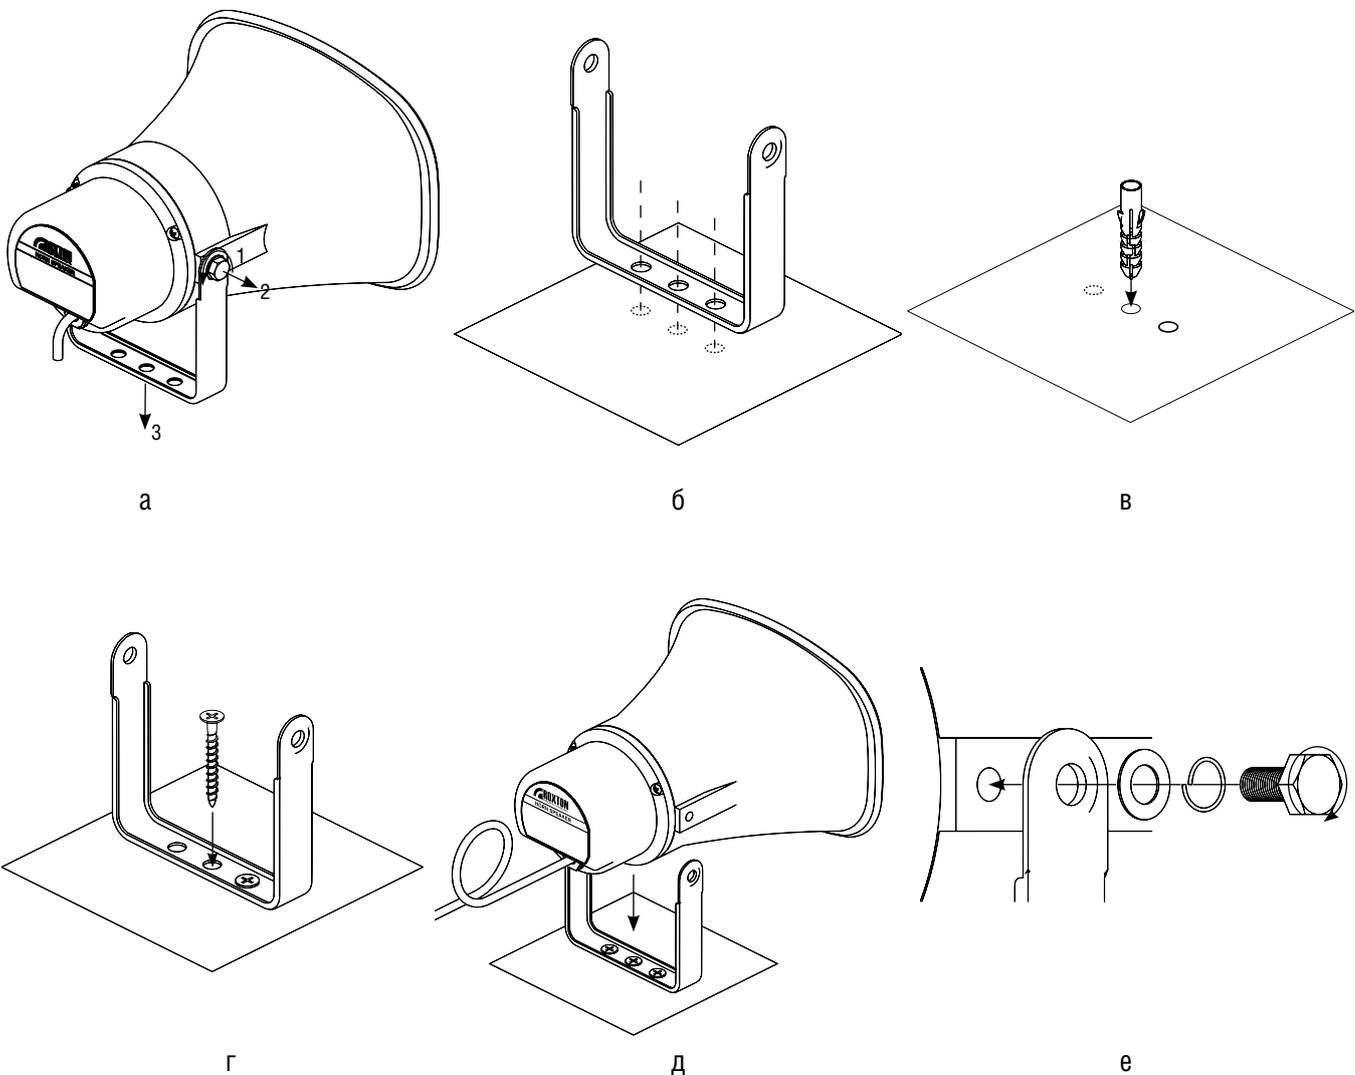

Рисунок 7.2 Порядок установки громкоговорителя
1. Выкрутить болты крепления кронштейна, отсоединить П-образный кронштейн от громкоговорителя (**Рис. 7.2, а**).
2. В соответствии с установочными размерами кронштейна (**Приложение А, Рис. А.2**) следует нанести разметку на установочную поверхность (**Рис. 7.2, б**) и при необходимости установить в поверхность крепёжные изделия (дюбели или анкера), проделав отверстия в нужных местах (**Рис. 7.2, в**).
3. Зафиксировать кронштейн на поверхности крепежными элементами (шурупы, саморезы или анкерные болты) (**Рис. 7.2, г**). Установленный кронштейн должен плотно прилегать к поверхности и не должен иметь люфта.
4. Установить громкоговоритель на кронштейн, выбрать необходимый угол наклона громкоговорителя и зафиксировать громкоговоритель на кронштейне (**Рис. 7.2, д**), затянув болты крепления (**Рис. 7.2, е**).